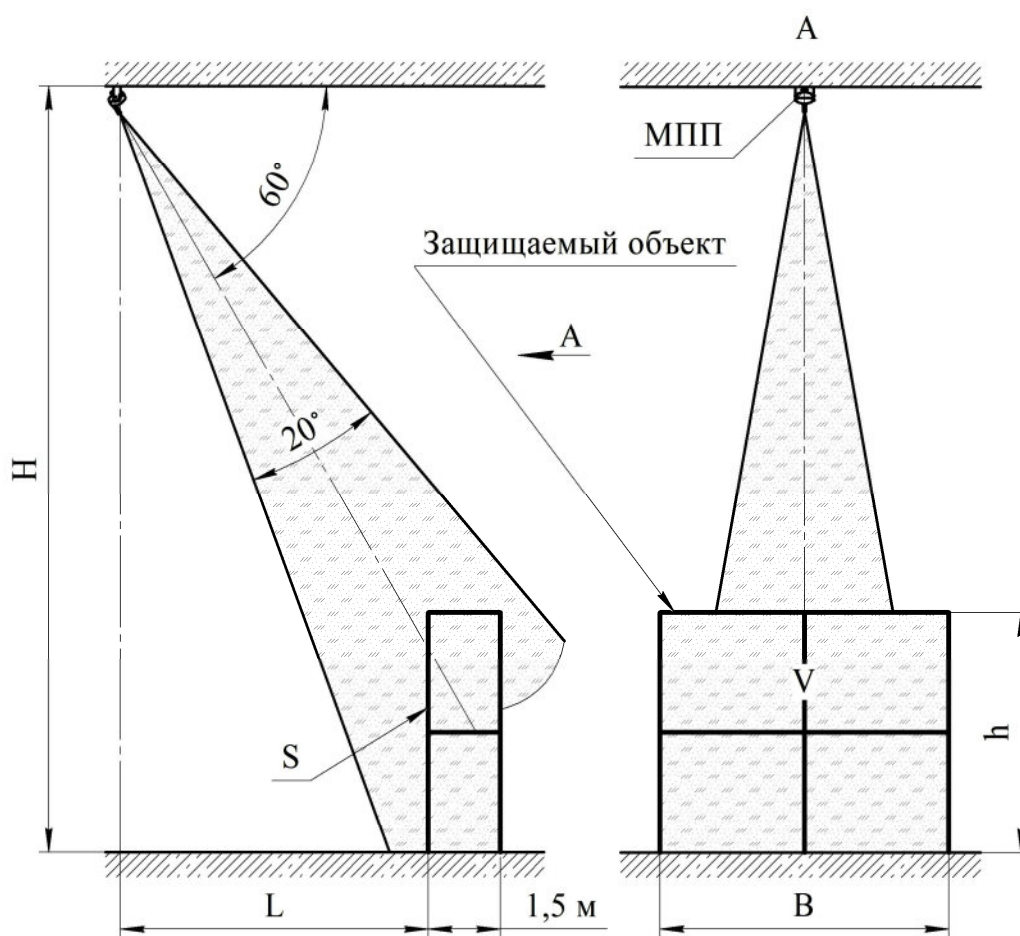

Рисунок 6
- расстояние от кронштейна МПП до защищаемого объекта «L» при тушении с высот от 16 до 20 м при наклоне оси модуля 70° определяется по формуле:  $L = 3,4 + 0,3(H - 16)$ , а расчет максимально допустимой ширины объекта (B) производится по формуле:  $B = 8 - 0,5(H - 16)$ ;
**МПП, установленный с наклоном, для локальной защиты объектов с затененными зонами от пожаров класса В (см. рисунок 6)**